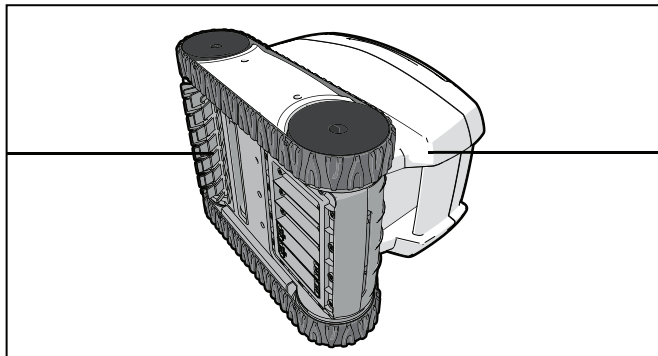

Figura 23. Colocar el limpiafondos sobre su lateral
1. Coloque el limpiafondos sobre su lateral (Figura 23).